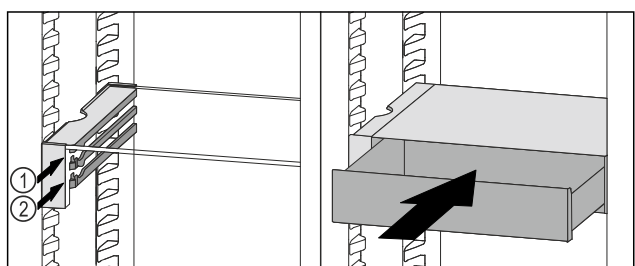

Fig. 108
- ▶ Posizionare il cassetto VarioSafe dietro i tappi sulla nervatura desiderata Fig. 108 (1) o Fig. 108 (2).